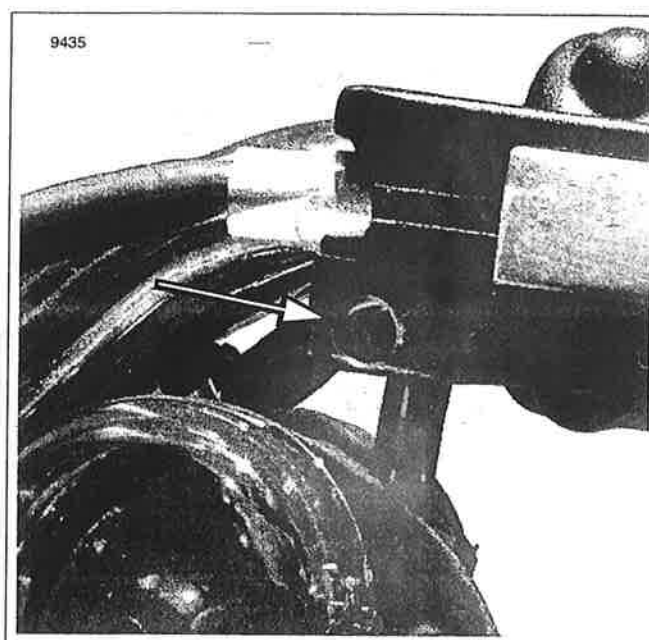

Figura 7-38. Tornillo Allen del espárrago de bola de la señal de giro
6. Vea la Figura 7-38. Usando una llave Allen de 4 mm afloje el tornillo Allen en la parte delantera de la pieza de soporte de la palanca manual para soltar el espárrago con extremo de bola de la caja de la señal de giro.